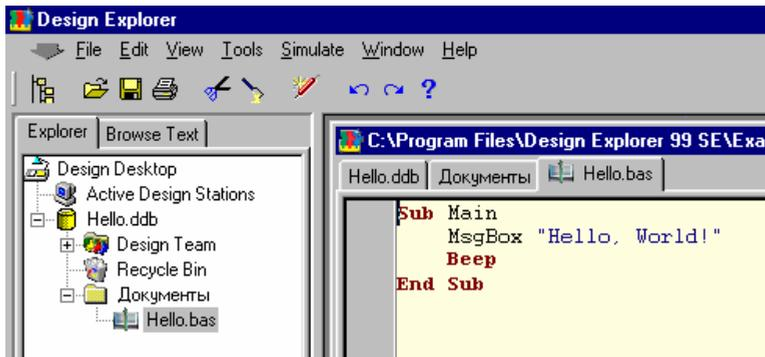

Рис. 2.39. Вид текстового редактора в режиме написания макросов.
6. Введите текст макроса, приведенный ниже. Обратите внимание, что система автоматически выделяет ключевые слова языка Client Basic (рис. 2.39).